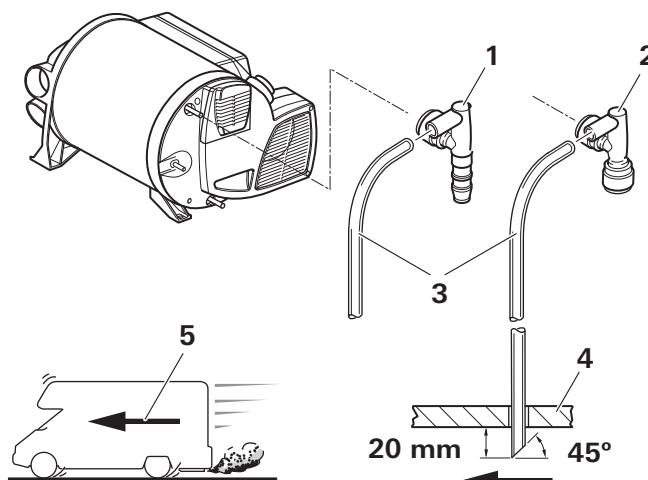

Abb. 35
- Belüftungsschlauch durch eine Bohrung im Fahrzeugboden führen und ca. 20 mm unter dem Fahrzeugboden 45° schräg zur Fahrtrichtung abschneiden (Abb. 35).
- Den Luftspalt zwischen Schlauch und Bohrung von unten mit plastischem Karosseriedichtmittel abdichten (Abb. 35).